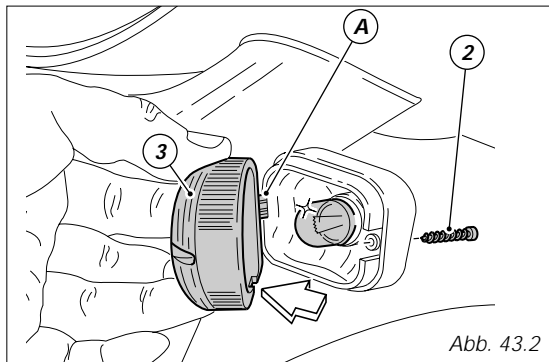

Abb. 43.2
Durch Lösen der Schraube (2, Abb.43.2), den Napf (3) vom Blinkerhalter trennen. Die Glühbirne hat einen Bajonettanschluss. Für ihre Entnahme, muss man sie in ihrem Sitz eindrücken und dabei gegen den Uhrzeigersinn herausdrehen. Ersetzen und die neue Glühbirne bis zum Einrasten in ihrem Sitz im Uhrzeigersinn drehen. Den Blinkernapf wieder durch Einführen des Zahns (A) in den dafür vorgesehenen Schlitz am Halter montieren. Die Schraube (2) erneut feststellen.